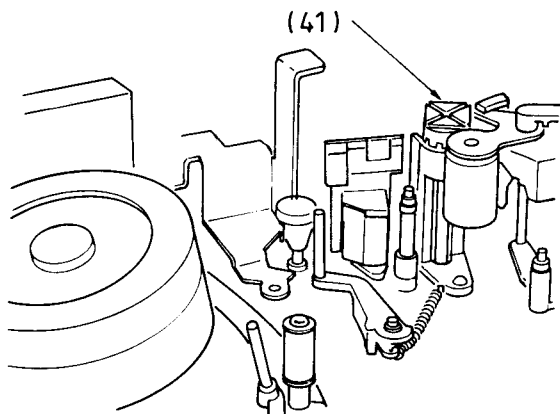

Fig. 23
- Einstellschraube (41), Fig. 23, soweit herausdrehen, bis sich Capstanstator (135) und -rotor (133) gerade berühren.
- Loosen the adjustment screw (41), Fig. 23, until the capstan stator (135) just touches the rotor (133).